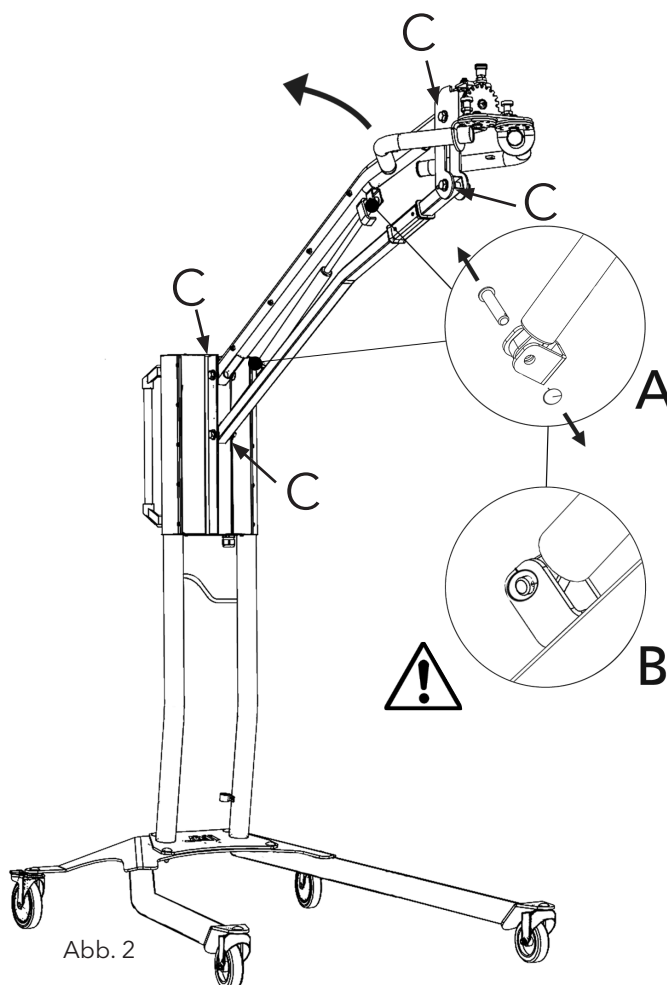

Abb. 2
Wenn der mobile Trockner nicht in der höchsten oder niedrigsten Position stehenbleibt, sondern von selbst etwas abfällt bzw. ansteigt, ziehen Sie die vier Schrauben fest, die in Abb. 2 mit dem Buchstaben "C" bezeichnet sind. Die Gasdruckfeder muss ausgetauscht werden, wenn der Stativarm trotz Nachziehens der Schrauben nicht mehr in der gewünschten Position bleibt, oder wenn die Einstellung des Stativarmes zu träge ist.
2. Schieben Sie den Parallelarm in die ganz aufrechte Stellung. (Abb. 2)